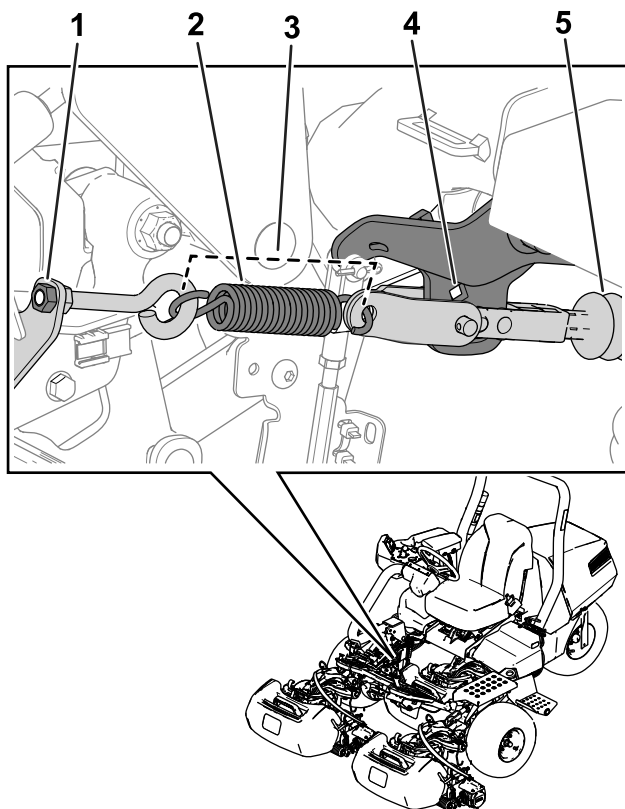

**Figur 23**
1. Brug den cylinderstift og splitterne, du fjernede tidligere, til at fastgøre bremseaktuatoren til den nedre monteringsplade (Figur 23).